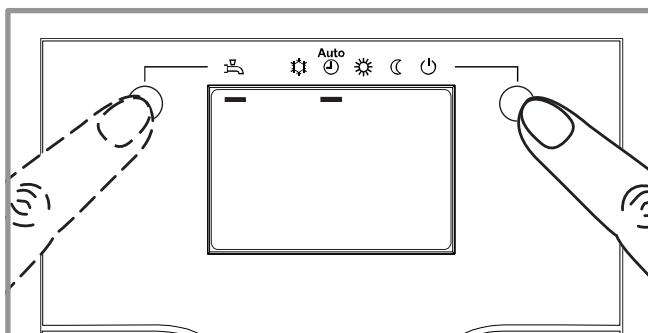

figura 6 - Selezione regime riscaldamento e selezione ACS (Acqua calda sanitaria)
- Selezionare il regime di riscaldamento "AUTO" (**figura 6**).
- Selezionare il regime Acqua calda sanitaria (**figura 6**).